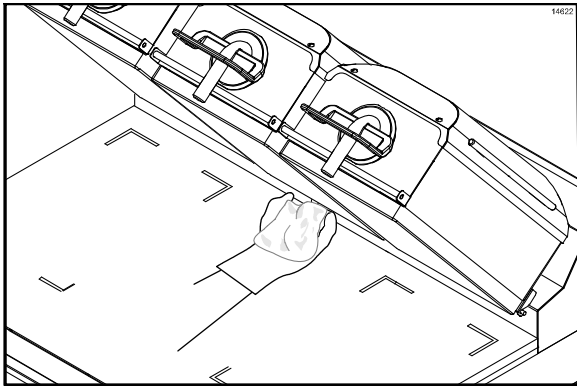

Abbildung 66
38. Die umliegenden Bereiche, z. B. die Dunstabzugshaube, den Sims und den hinteren Spritzschutz, mit einem sauberen, mit Desinfektionsmittel getränkten Grilltuch reinigen. (Siehe Abbildung 66.)